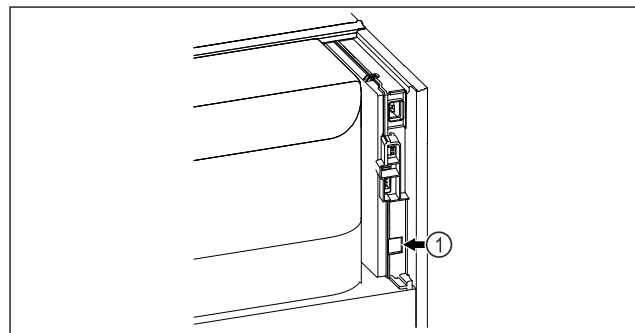

Fig. 59
- SmartModule *Fig. 59 (1)* er indsat.